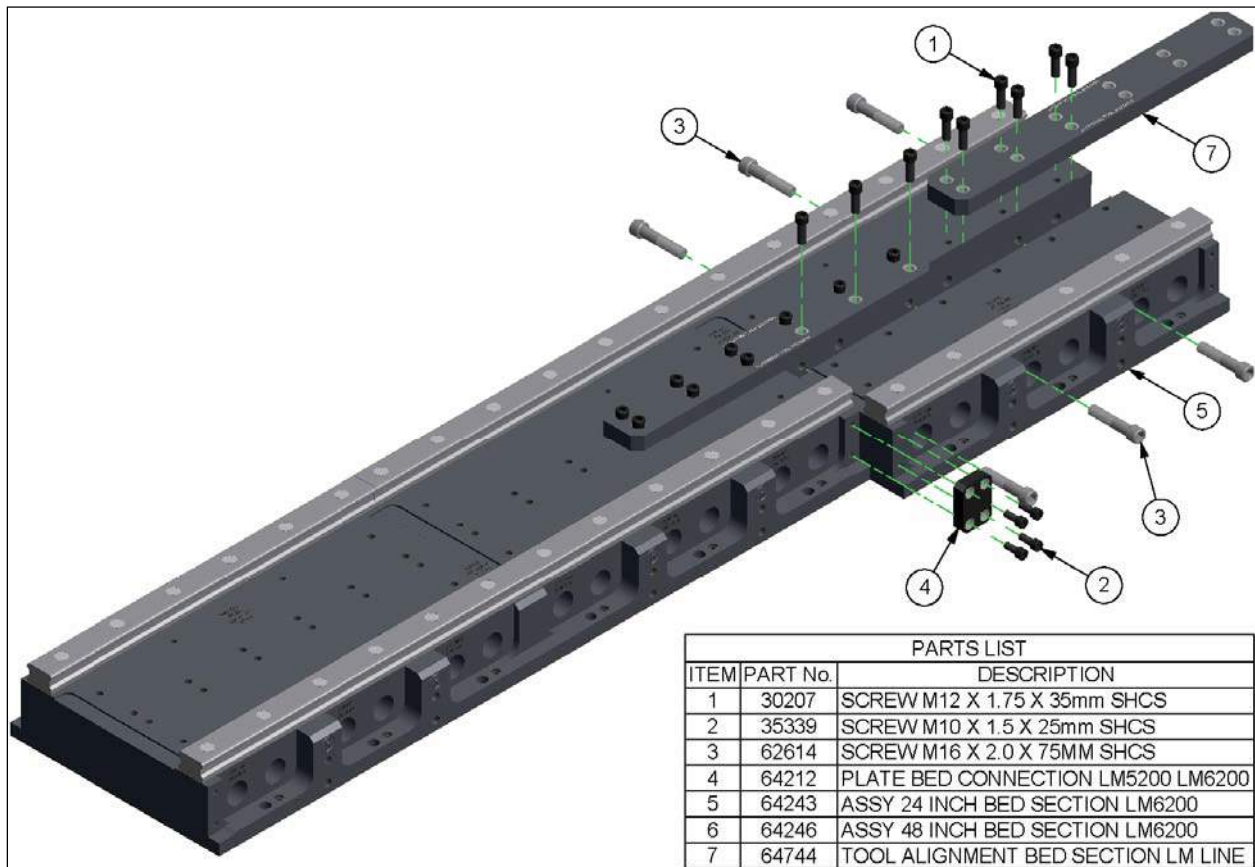

Figura 4
10. Coloque la siguiente sección de 24 pulgadas (609,6 mm) en posición y empújela contra las otras secciones, como se muestra en la Figura 4. Instale seis cierres M16 (Elemento 3) y apriételos a 10 pies-libra (13,56 Nm). Luego aflójelos completamente y apriete al máximo hasta que se toquen.
11. Coloque ambas herramientas de alineación del lecho (Elemento 7) en las secciones, como se muestra en la Figura 4. Apriete uno de los cierres en las primeras secciones acopladas a 65 pies-libra (88,13 Nm). Apriete los cierres en la nueva sección a 65 pies-libra (88,13 Nm).
13. Instale una placa de conexión de lecho (Elemento 4), como se muestra en la Figura 4, y apriete los cierres a 40 pies-libra (54,23 Nm).